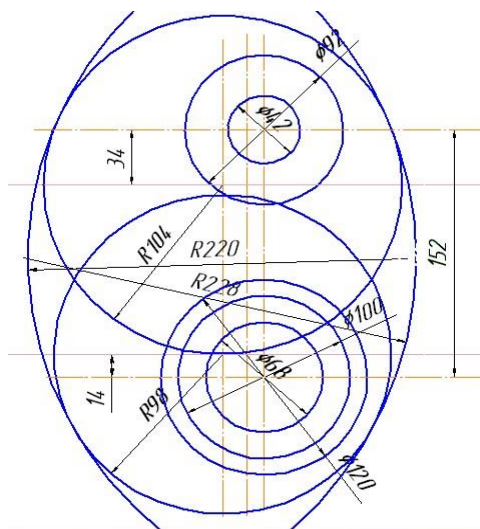

Рис.4. Построение касательных
4. Построить окружности, касательные к заданным окружностям. Для этого использовать команду –  **Касательная окружность к двум кривым**. Радиус левой касательной окружности – 220 мм, правой – 228 мм (рис. 4).